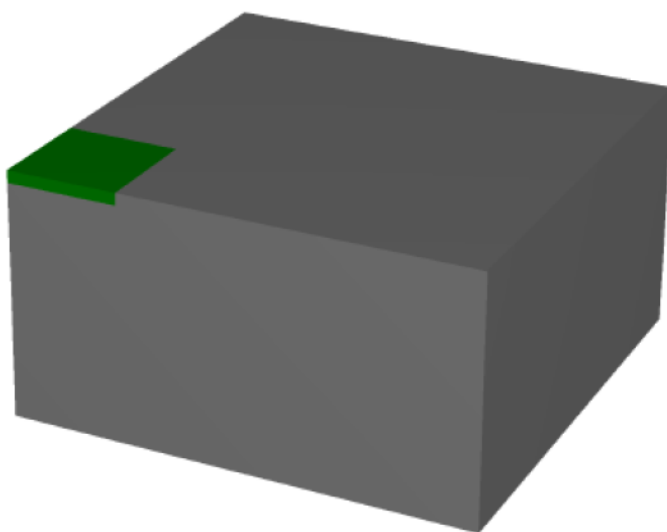

图 1.8 模型中局部网格细化的表示
- 1)  点击侧边工具栏中**细化网格按钮(Refine mesh)**，点击创建的建筑体进行局部网格细化，这时该体积会变成绿色，如图 1.8 所示。